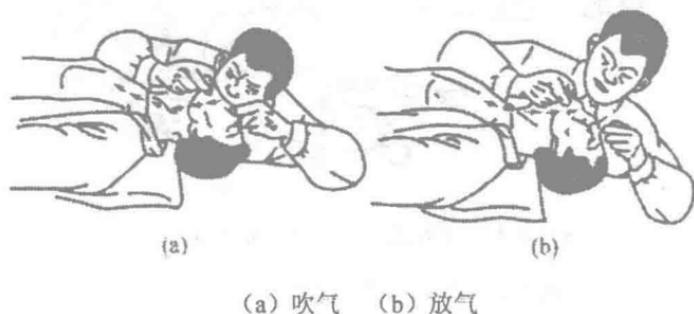

图 1-5 口对口人工呼吸法
(1) 对有心跳而呼吸停止(或呼吸不规则)的触电者，应采用口对口人工呼吸法进行抢救。其步骤是畅通气道，口对口人工呼吸，胸外按压。对于触电后假死的伤员应用此方法大多数能救活。口对口人工呼吸法如图 1-5 所示。